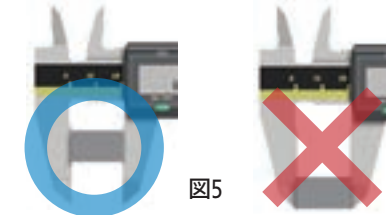

図5
1. ジョウの先端で測定しますと精度に影響しますので、一定の力で測定を行い、なるべく根元で測定してください。(図5)
- ジョウの先端で測定しますと精度に影響しますので、一定の力で測定を行い、なるべく根元で測定してください。(図5)